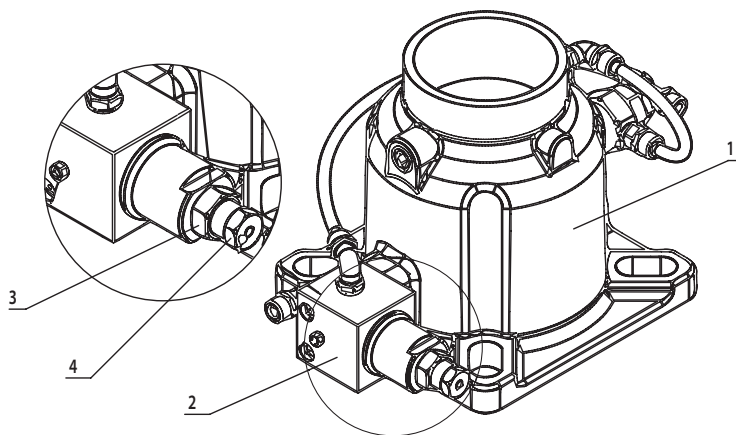

Рис. 5.1
3. При закрытых выпускных кранах ослабьте контргайку поз.3 Рис.5.1 на регулировочном винте пропорционального клапана поз.2 Рис.5.1.
4. Поворачивая регулировочный винт поз.4 Рис.5.1 установите рабочее давление 10 Бар.